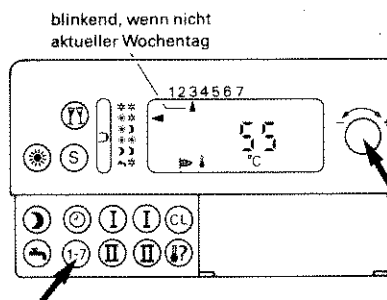

Abb. 47
1. Taste „1-7“ drücken, und gleichzeitig Einstell-Drehknopf „-↔+“ nach links oder rechts drehen bis „▲“ in der Anzeige auf „3“ (= Mittwoch) zeigt (Abb. 47).
1. Taste „1-7“ drücken, und gleichzeitig Einstell-Drehknopf „-↔+“ nach links oder rechts drehen bis „▲“ in der Anzeige auf „3“ (=Mittwoch) zeigt (Abb. 47 auf Seite 36).